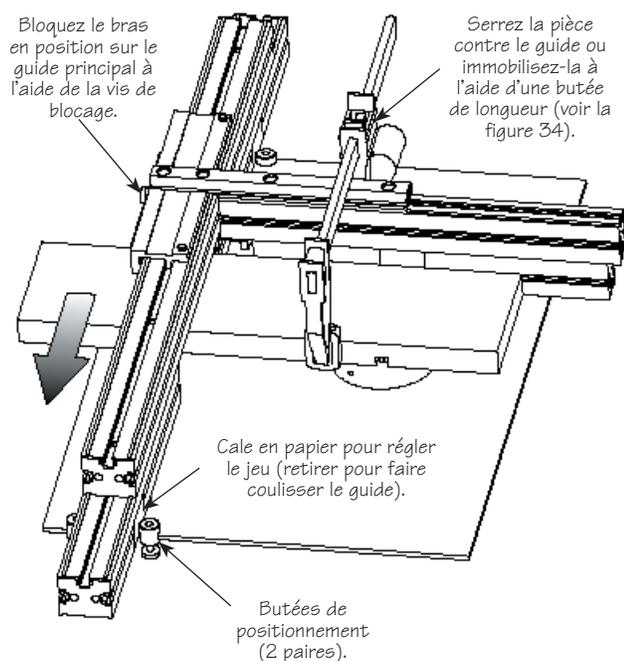

Figure 10: Usinage perpendiculaire de pièces de largeur supérieure à 4 po (100mm).
Il est possible d'usiner perpendiculairement des pièces allant jusqu'à 8 po (200 mm) de largeur. Il suffit alors de bloquer le bras sur le guide principal, d'installer une paire de butées de positionnement (05J21.07) aux deux extrémités du guide principal et de faire coulisser l'ensemble (voir la **figure 10**).
- Le guide principal est positionné de façon à ce que la fraise soit au niveau du martyr, puis une paire de butées de positionnement est fixée au bord de la table de part et d'autre du guide principal aux deux extrémités, comme le montre la **Figure 10**.
Avec les pièces larges, il peut s'avérer nécessaire d'utiliser des serre-joints à coulisse métalliques (comme le montre la **figure 10**). Dans ce cas, installez des patins qui ne marquent pas sur les mors afin de protéger la surface du guide et de la pièce. Prenez soin de positionner le serre-joint de façon à ce qu'il ne se trouve pas sur le chemin de la fraise.
Positionnez ensuite le guide perpendiculaire en plaçant la face d'appui légèrement en avant de l'ouverture du guide principal (voir la **figure 10**), puis bloquez-le sur le guide principal afin de rendre l'ensemble solidaire. Vérifiez si le guide perpendiculaire et le guide principal coulisent librement d'avant en arrière entre les butées de positionnement.